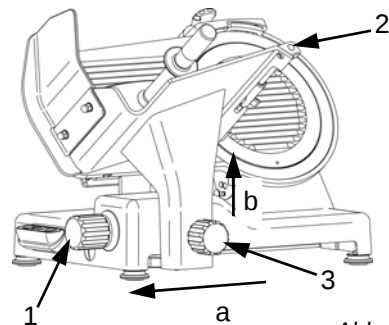

Abb. 39
- den nummerierten Drehgriff auf "0" stellen (1 - Abb. 39);
- Den Wagen (2) ganz zurück schieben (a), zur Druckknopftafel hin; den Festklemmdrehgriff (3) des Tellers etwas abschrauben und den Wagen
zu sich hin drücken, dann den Feststeldrehgriff ganz abschrauben und den Wagen nach oben abheben (b - Abb. 39);